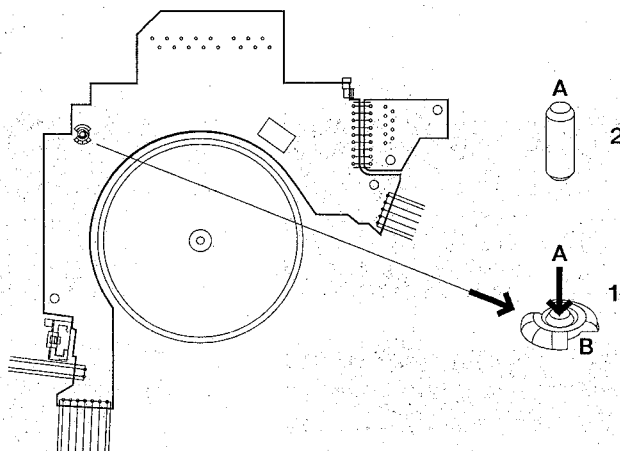

Fig. 11
- Press the stud A through the rivet B. (It can be recovered from the lower support after the PCB is lifted). (Fig. 11).
- Den Nietbolzen A durch den Niet B hindurchdrücken. (Der Nietbolzen kann nach Anheben der Platine herausgenommen werden). (Abb. 11).
- Chasser le goujon A dans le rivet B (il peut être enlevé du support inférieur après avoir soulevé la carte imprimée). (Fig. 11).